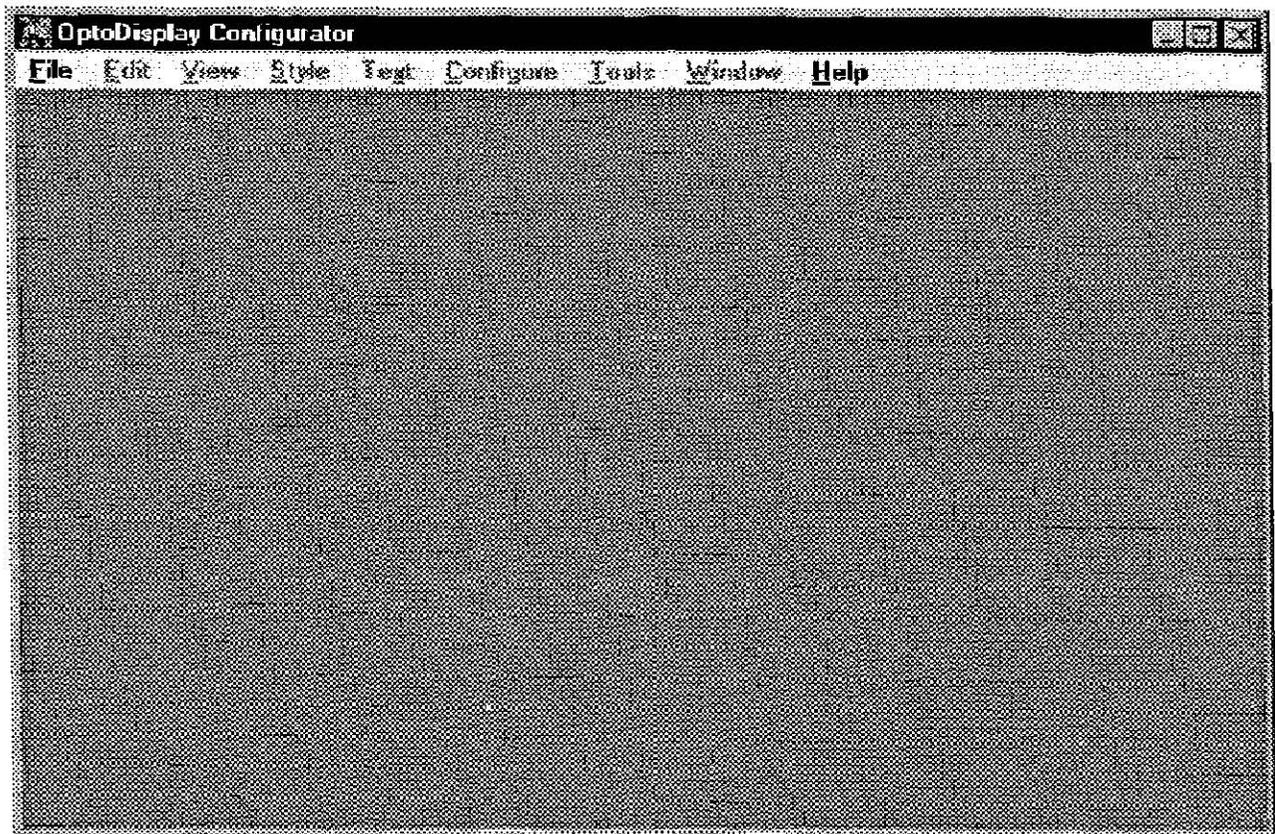

Fig. 2.4.1. Ventana principal.
**Ventana principal:** donde se colocaran los elementos que forman el sistema, esta ventana principal consiste de los elementos estándar de Windows 95 además del espacio de trabajo (Fig. 2.4.1).